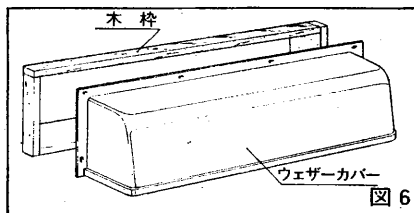

図6
(5) 付属のウェザーカバーを木枠室外に木ネジで取付けてください。(図6)